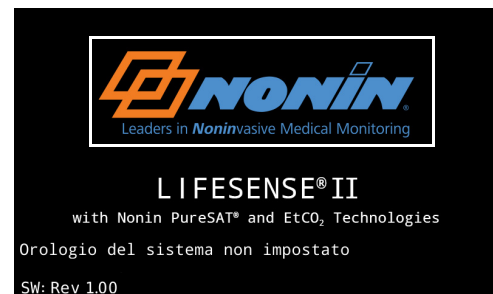

Figura 7. Accesso al Menu configurazione (logo Nonin)
3. Quando compare la schermata di avvio con il logo Nonin, premere il logo Nonin due volte (doppio tocco). Nella figura 7, il logo Nonin è inserito in una casella con bordo bianco.